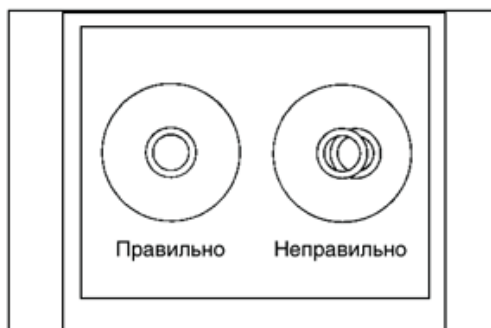
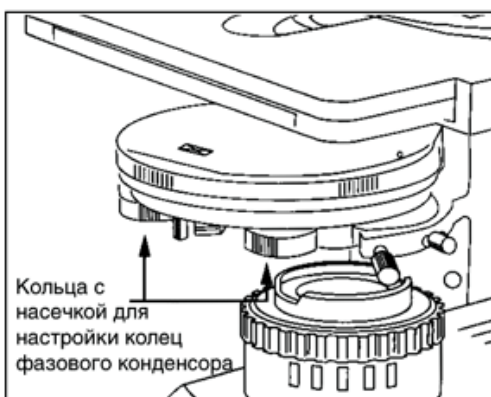

Рис. 3
Рис. 4
4. Если кольца не центрированы (рис.3), поворачивайте кольцо с насечкой в нижней части фазового конденсора Зернике, чтобы настроить кольцо фазового конденсора каждого фазового объектива, как показано справа (рис. 4).